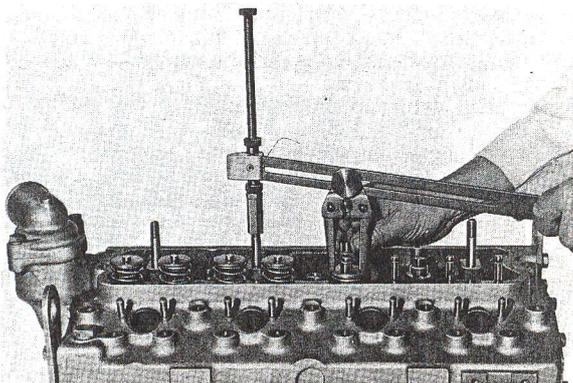

Fig. G4 — Lève-soupapes 6118.
2. A l'aide d'un lève-soupape (fig. G4) comprimer le ou les ressorts, puis déposer les deux demi-clavettes coniques de chaque soupape.